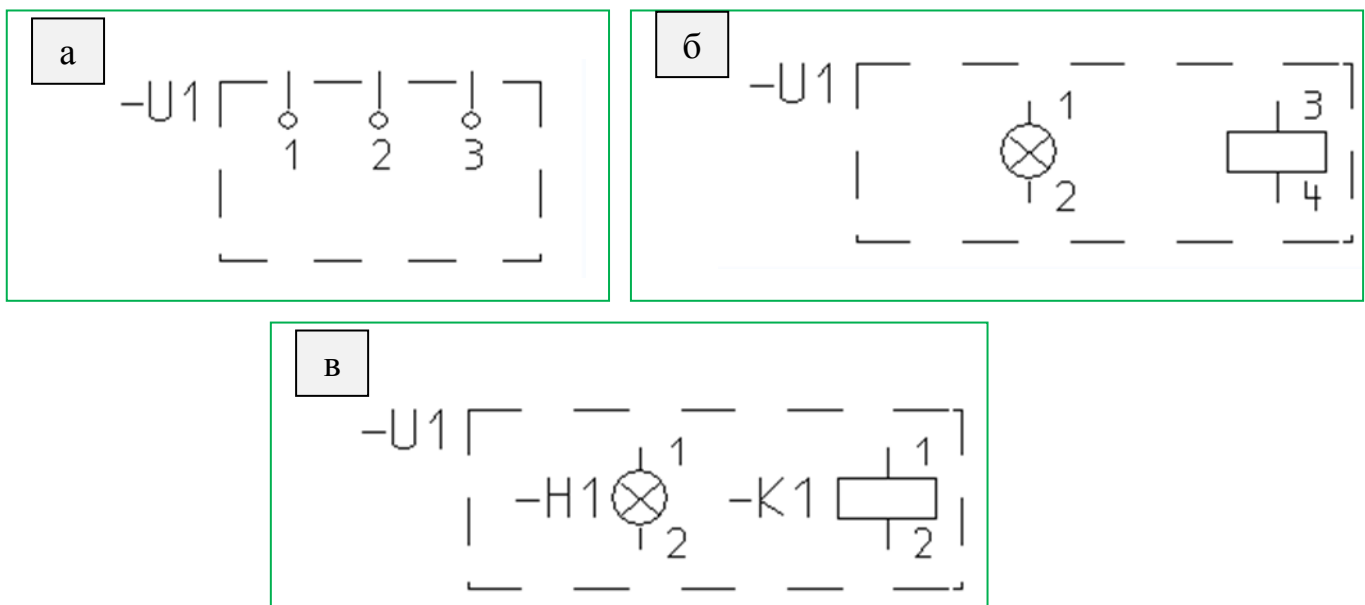

Рис.2.21.Примеры использования черных ящиков.
- а) Вывод устройств в символе устройства (Рис.2.21.а);
- б) Символы без ОУ в символе устройства (Рис.2.21.б);
- в) Символы с ОУ в чёрном ящике (вложение) (Рис.2.21.в);